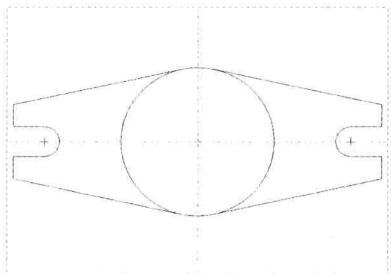

图 2-24 绘制竖直中心线
Step 04 用与上同样的方法，绘制一条竖直中心线，单击鼠标中键，完成中心线的绘制，如图 2-24 所示。